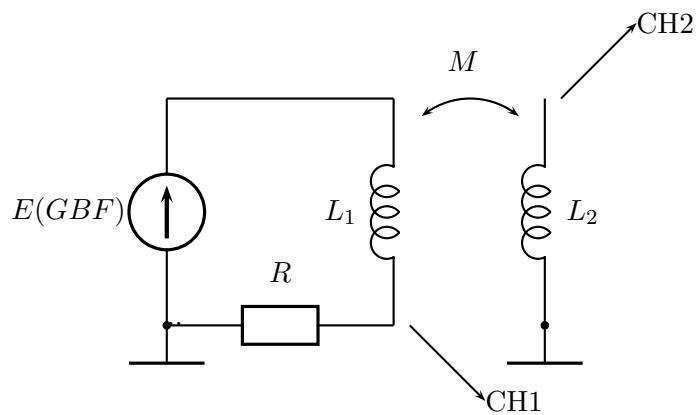

FIGURE 2 –
- On considère de la figure 2 avec $R = 10^4 \Omega$.
- Réaliser le montage de la figure 2 avec $R = 10^4 \Omega$.